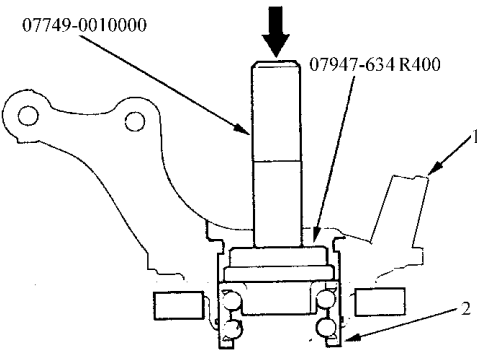

图 6-24 将车轮轴承从转向节上压出
4) 如图 6-24 所示，借助专用工具和压力机，将车轮轴承从转向节上压出。